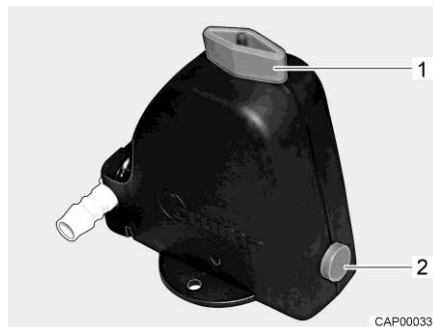

Fig. 279 Valvola di sicurezza/di scarico (Truma)
- Aprire la valvola di sicurezza/di scarico (Truma). A tal fine ruotare la manopola (Fig. 279,1) nel senso della lunghezza della valvola di sicurezza/di scarico. Il bottone automatico (Fig. 279,2) scatta all'infuori.